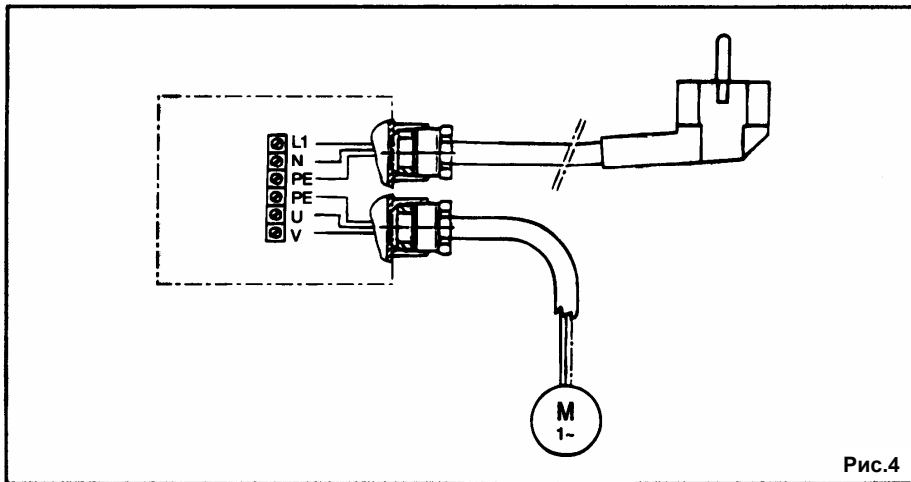
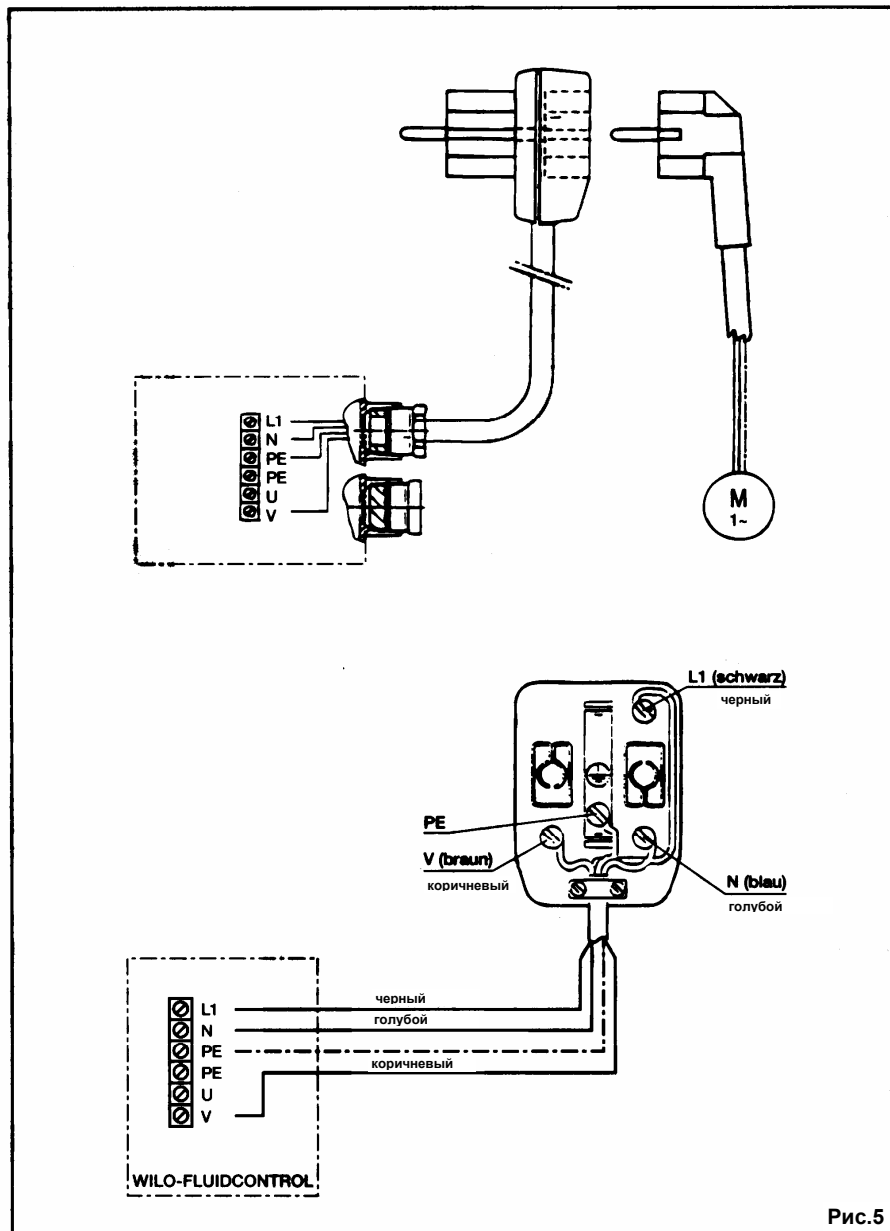

Рис.4
Рис.5
- подключение проводить в соответствии с рис. 4 и рис. 5;